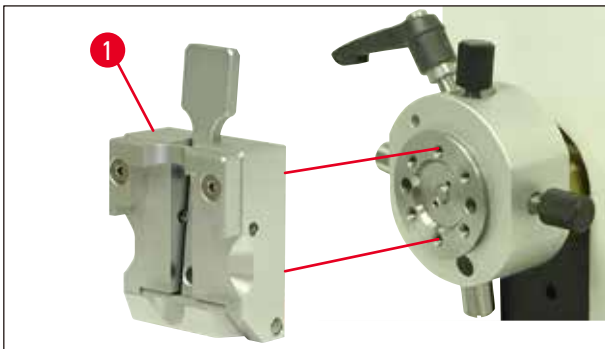

図 11
4. 試料クランプ(→ 図 11-1)を試料クランプホルダーに取り付け(→ 図 11)、2 本のネジ(→ 図 10-4)で固定します。